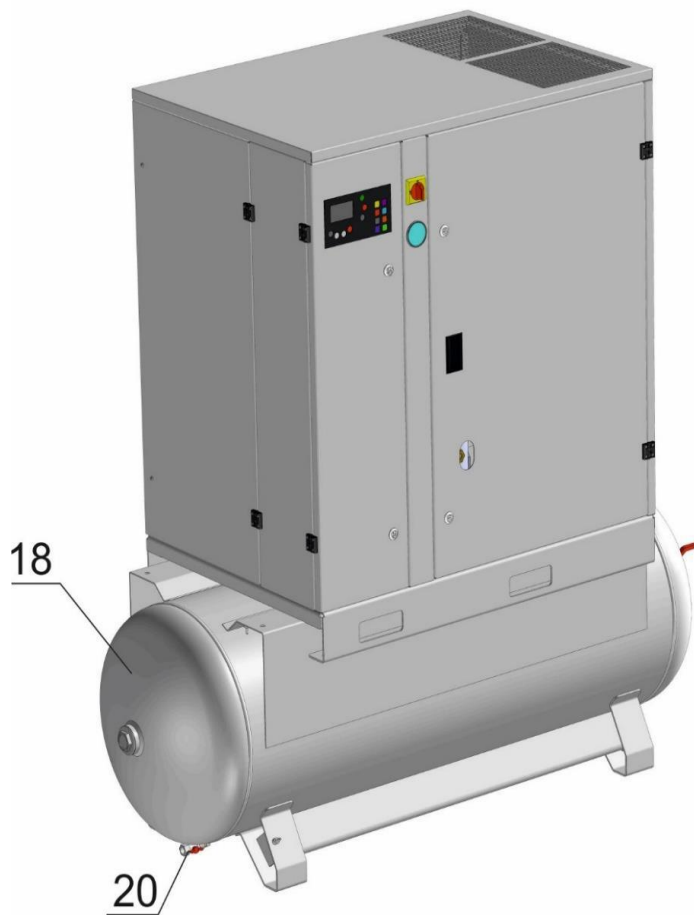

Рисунок 2 – Общий вид компрессорных установок BK25-...-500(BC), 30-...-500(BC)
**18 – Ресивер воздушный** (см. рисунок 2 или 3) предназначен для сбора сжатого воздуха, устранения пульсации давления, предварительного отделения конденсата и масла. Ресивер одновременно является корпусом, на котором смонтированы агрегаты компрессорной установки.
**20 – Конденсатоотводчик** (см. рисунок 2 или 3) предназначен для удаления скопившихся в ресивере конденсата и масла.